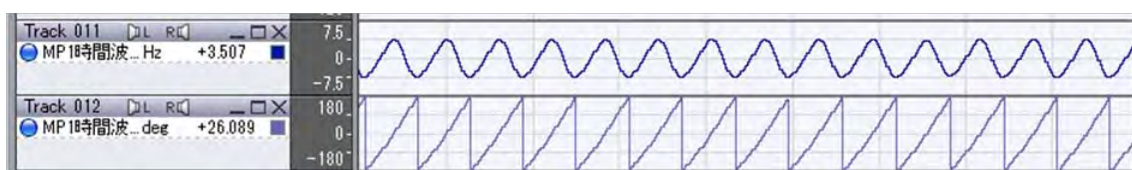

図6 MP1 の時間波形の位相角
1. MP1 と MP3 からの時間信号から、ヒルベルト変換を使って瞬時位相（角変位）を求める。（図6）